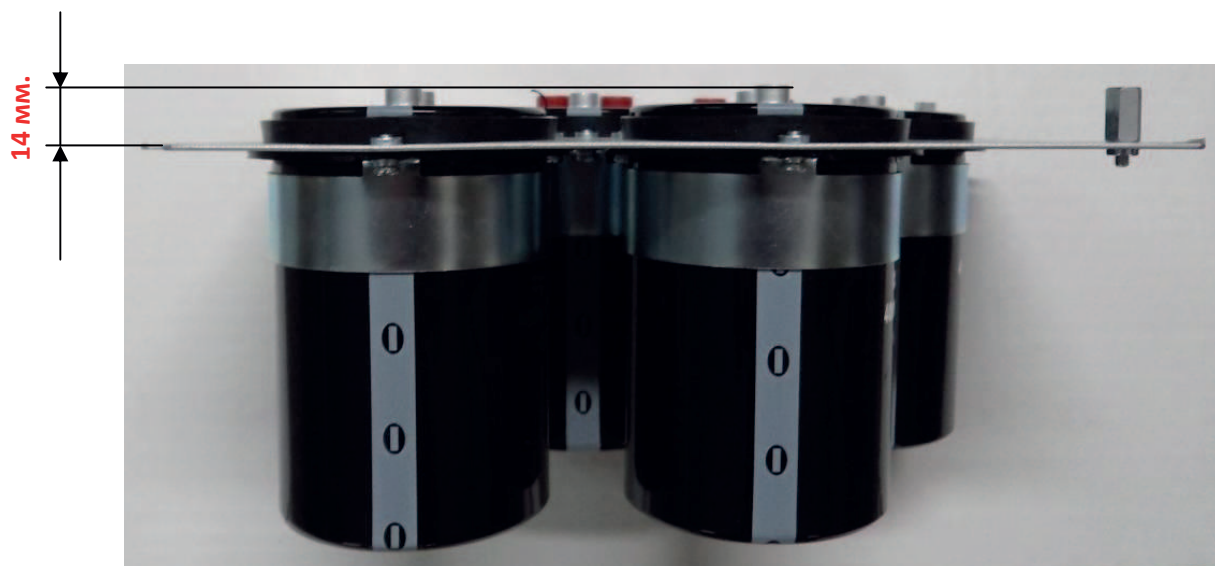

Рис.7.8
7.3.3. Выровнять конденсаторы по высоте и ориентировать по полярности (рисунок 7.8).